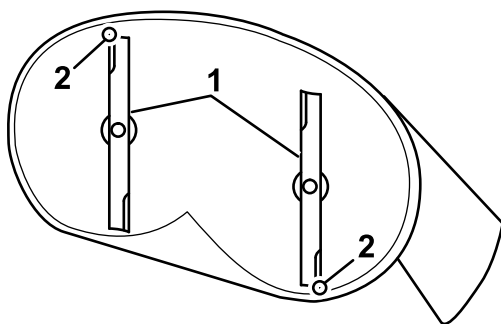

Figure 66
4. Faites pivoter les lames avec précaution pour faire passer les pointes avant à l'arrière (Figure 66).
5. Mesurez la distance entre la pointe de la lame avant et la pointe de la lame arrière par rapport à la surface plane (Figure 66 ou Figure 67).